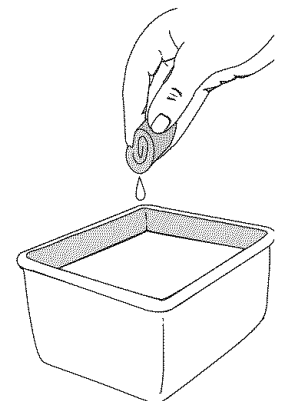

Fig. 18
3. Lave el filtro con agua y detergente (Fig. 18). Enjuague bien el filtro. Escorra el exceso de agua. Déjelo secar por completo.